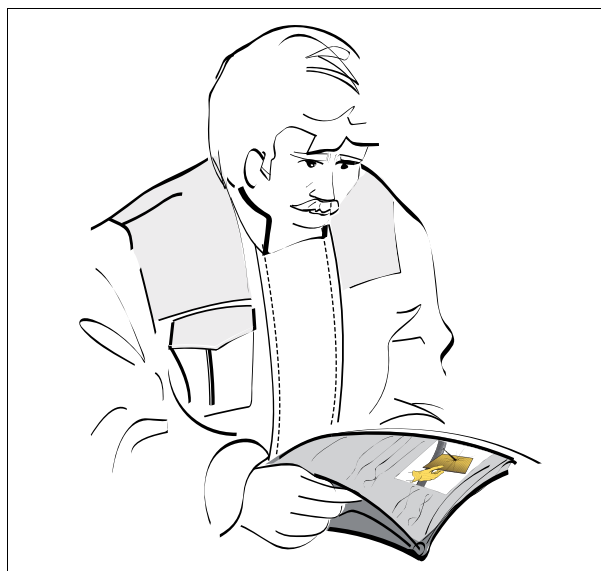

Рис. 1.
- прочитать и понять информацию, содержащуюся в Руководстве по эксплуатации — если вам непонятна какая-либо информация, обязательно проконсультируйтесь с дилером *рис. 1*